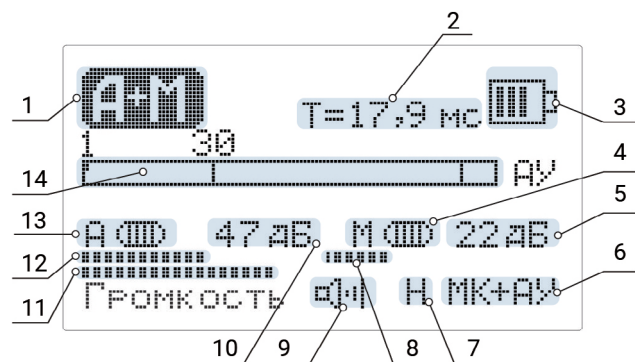

Рисунок 12 – Основной экран канала «А+М»
Перед переключением на канал «А+М» необходимо настроить частотные характеристики АК в режиме «АУ» (п. 4.8.2.). Индивидуальная настройка частотных характеристик канала «АУ» может существенно ослабить влияние акустических помех при поиске МП. Основной экран канала «А+М» (Рис. 12).
4.10.1. Линейная шкала текущего уровня сигнала (позиция 14, Рис. 12) разделена по горизонтали на две половины. Верхняя половина – уровень акустического сигнала. Нижняя половина – уровень магнитного сигнала. Мгновенный уровень сигнала отображается заполнением шкалы и вертикальной линией, фиксирующей максимум и существующий до прихода следующего импульса, но не более 3 секунд. Графическое отображение уровня сигналов дублируется динамической индикацией числового значения уровня в течение примерно 0,2 секунды после достижения определенного уровня. Числовое значение дается в процентах от максимального допустимого сигнала.
4.10.3. Для корректной работы приемника в данном режиме необходимо установить такой уровень усиления в каналах «А» и «М», при котором происходит синхронная с импульсами ударного генератора индикация срабатывания пороговых устройств – заполнение овальных значков справа от знаков «А» и «М» (позиция 13 и позиция 4 Рис. 12). Это будет происходить при уровне сигналов порядка 90 % от максимума. Установленный уровень усиления должен поддерживаться неизменным на каждом шаге при продвижении по трассе поиска. Выполнение этого условия обеспечит достоверную оценку ключевого параметра режима «А+М» – задержки распространения акустического сигнала (позиция 2 Рис. 12).
4.10.6.4. Строка меню «Выход на ТЛФ». Выбранный канал («АУ», «МК» или «АУ+МК») подключается для прослушивания к телефонам. В основном экране символ выбранного канала отображается в правом нижнем углу (позиция 6, Рис. 12).